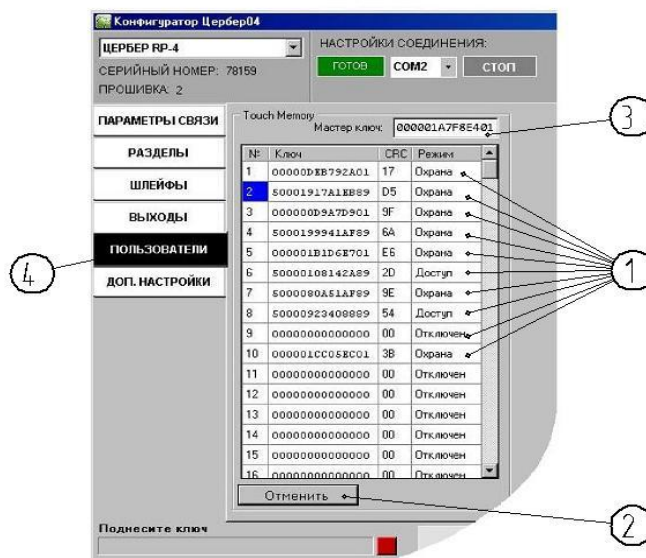

Рис. 10.
**14.** Кнопка перехода в меню редактирования электронных идентификаторов пользователей (Рис. 10).